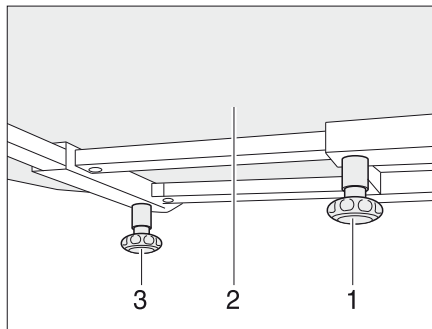

Bild 102 Fast bord
- Lossa den räfflade skruven (Bild 102,1).
- Förskjut bordsskivan (Bild 102,2) till önskad position.
- Lossa den räfflade skruven (Bild 102,3).